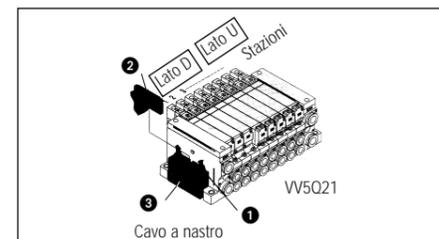

Fig. 7
Collegamento elettrico del connettore del cavo a nastro (Fig. 7)
1. Verificare che i due morsetti di fissaggio (Fig. 7) siano allontanati dal corpo (Fig. 7). Inserire il connettore (Fig. 7) nel corpo (Fig. 7).
Assicurarsi che il connettore si inserisca direttamente sui pin nel corpo. Riavvicinare i due morsetti (Fig. 7) al connettore (Fig. 7) fino a bloccarli.